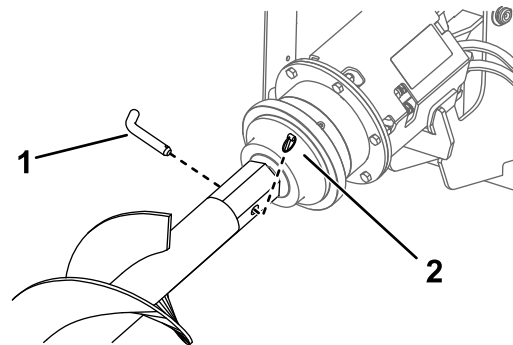

Figura 5
4. Retire el pasador y la chaveta que sujetan el cabezal de transmisión a la barrena (Figura 5).